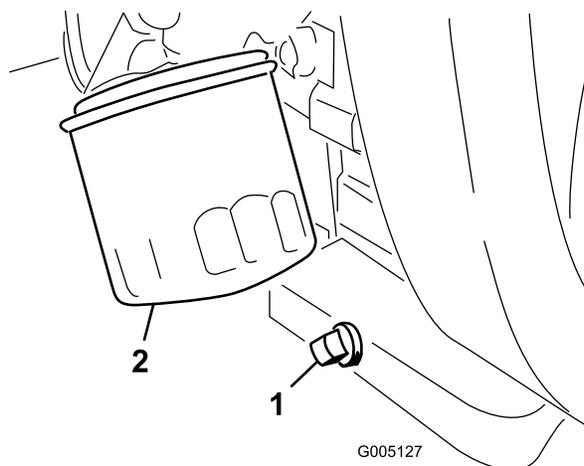

Рисунок 44
1. Снимите сливную пробку (Рисунок 44) и дайте маслу вытечь в сливной поддон. Когда масло стечет, поставьте сливную пробку на место.
2. Извлеките масляный фильтр (Рисунок 44). Нанесите тонкий слой чистого масла на прокладку нового фильтра.